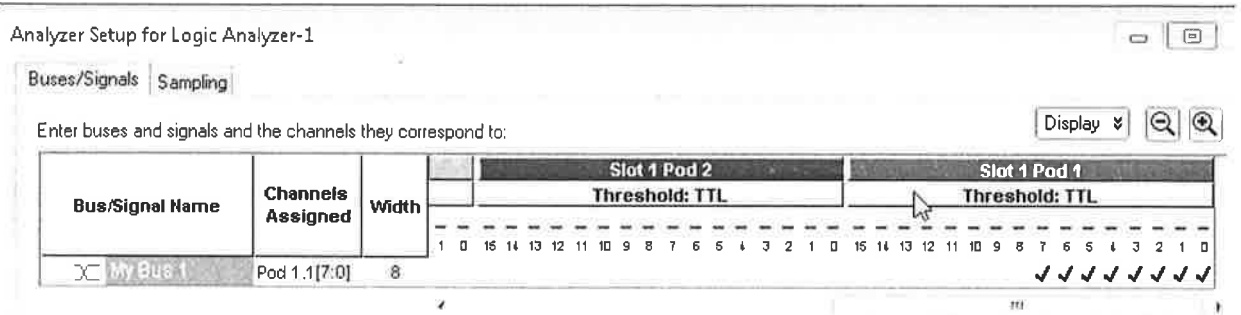

Рисунок 6
- Нажать кнопку Threshold для Pod 1 (рис.6)